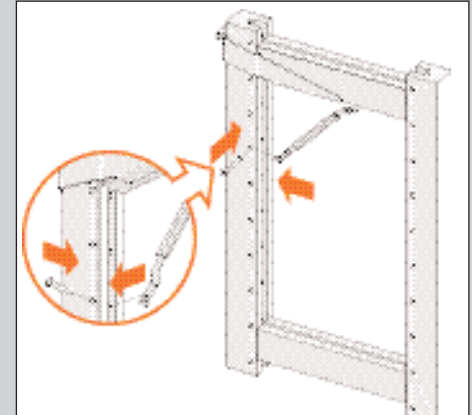

Abb. 9
5. Bringen Sie die erste Spannstange im Schlitz an und befestigen Sie diese mit dem Tragstift. Dabei den Tragstift nur zur Hälfte in die Regalwand stecken (siehe Abb. 9).